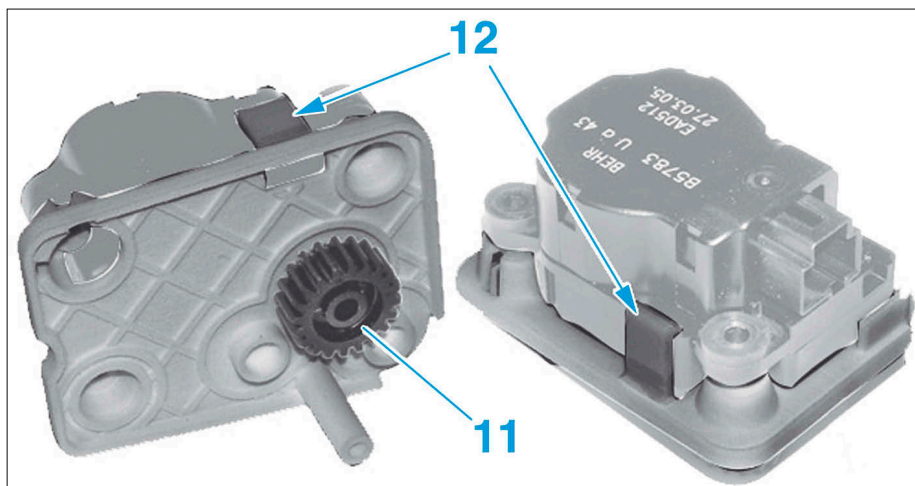
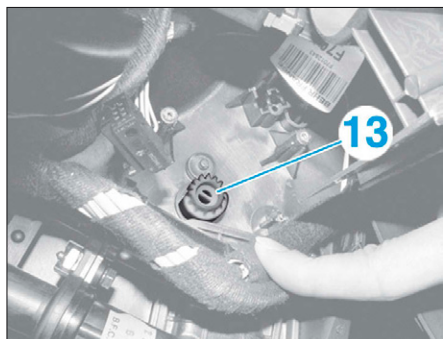

FIG. 30
FIG. 31
- Déposer à l'aide d'un tournevis le pignon (11) (Fig.30).
- Déposer la platine en agissant sur l'agrafe (12).
- Déposer le pignon rapporté (13) (Fig.31).